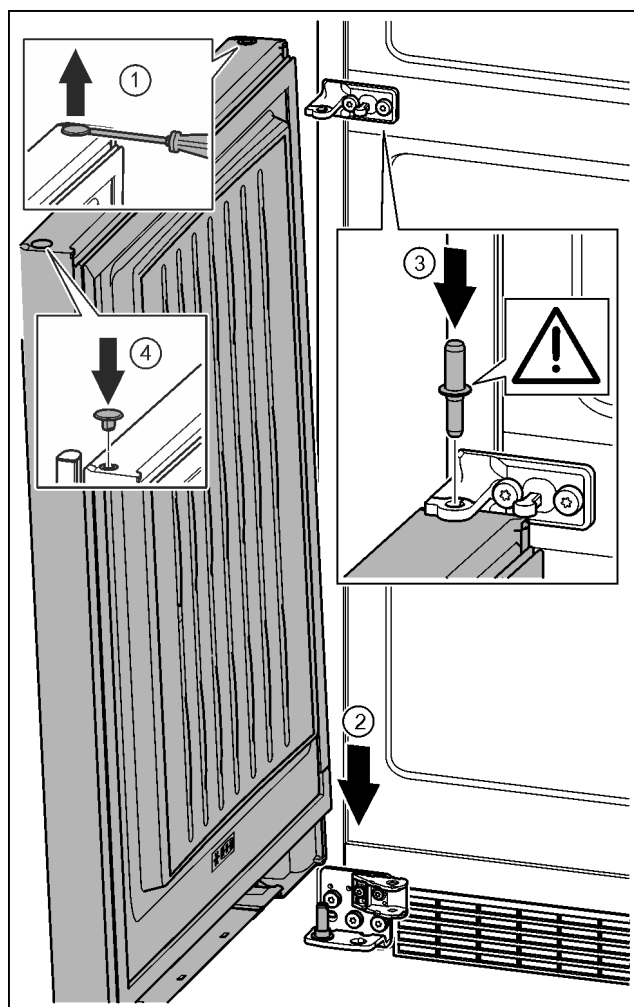

Fig. 35
- ▶ 用带槽螺丝刀小心地提起堵头并将其拉出。 Fig. 35 (1)
- ▶ 从上方将冰箱门放在下面的轴承螺栓上。 Fig. 35 (2)
- ▶ 中间轴承螺栓通过中间托架放置在冰箱下方门内。同时注意止动凸轮需指向后方。 Fig. 35 (3)
- ▶ 将堵头重新放入门的另一侧。 Fig. 35 (4)